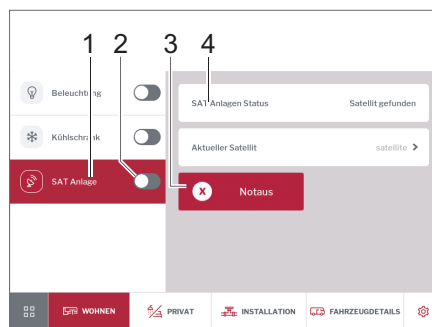

Bild 274 Satellitenanlage
- Mit Schiebeschalter (Bild 274,2) Satellitenanlage ein- oder ausschalten.
- Auf Schaltfläche *SAT-Anlage* (Bild 274,1) tippen. Der ausgewählte Satellit wird angezeigt (Bild 274,4).
- Auf die Schaltfläche *Notaus* (Bild 274,3) tippen, wenn die Anlage gegen einen Widerstand fährt.